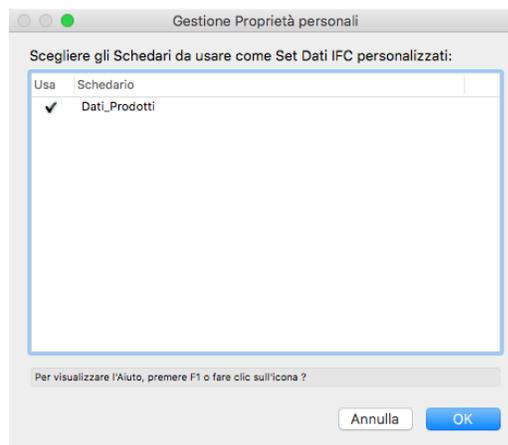

FIGURA 22
4. Viene visualizzato il dialogo **Gestione Proprietà personali** (FIGURA 22).
8. In alternativa è possibile selezionare l'oggetto e richiamare il comando **Assegna Dati IFC** (FIGURA 4). Facendo clic sul bottone **Gestisci Dati IFC** si accede al dialogo **Gestione Proprietà personali** (FIGURA 22).